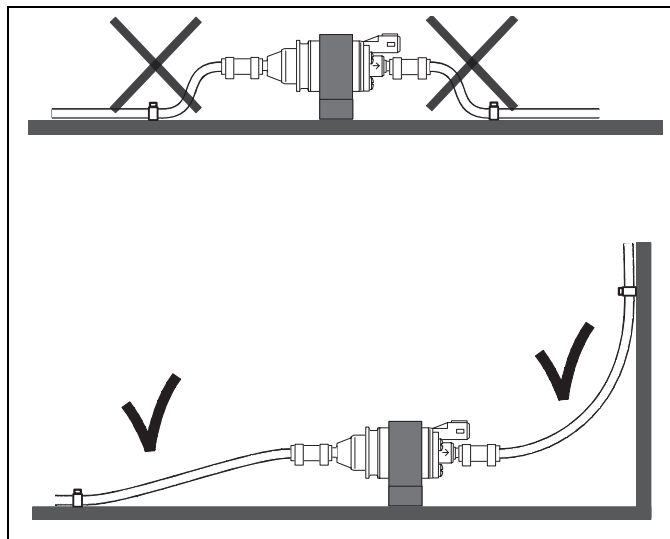

Рис.20: Крепление топливопровода
- Крепление топливопровода к стене (см. рис.20, вид сверху) не должно располагаться слишком близко к насосу.